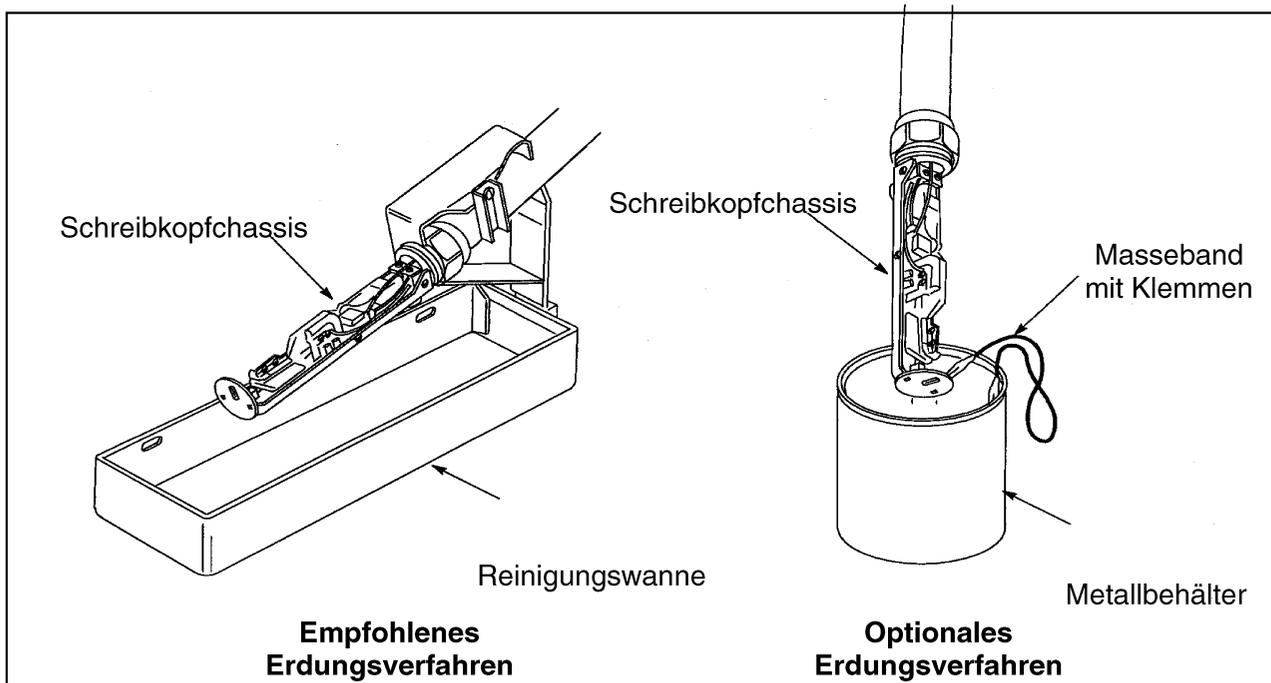

Abbildung 6-7. Erdungsverfahren
6. Erden Sie den Schreibkopf. Abbildung 6-7) beschreibt zwei Erdungsverfahren.